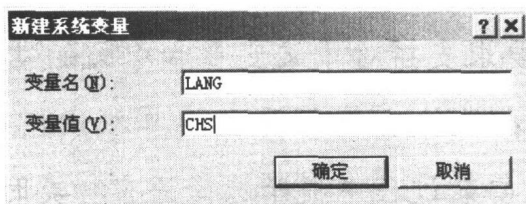

图 1-1 新建简体中文环境变量
(1) 在桌面上单击“我的电脑”图标 → 单击鼠标右键 → 选择[属性]菜单 → 选择[高级]命令 → 单击[环境变量]按钮 → 在“系统变量(S)”栏内单击[新建]按钮。
(2) 输入变量名 LANG，变量值等于 CHS，如图 1-1 所示。